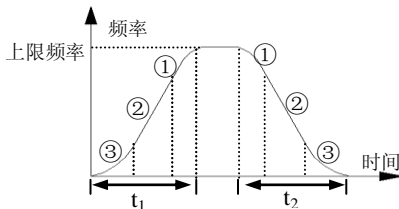

图 6-5 S 曲线加减速
1: S 曲线加减速方式. 输出频率按照 S 形曲线递增或递减, 如图 6-5 所示。
S 曲线起始段时间如图 6-5 中③所示, 输出频率变化的斜率从 0 逐渐递增。
S 曲线上升段时间如图 6-5 中②所示, 输出频率变化的斜率恒定。
S 曲线结束段时间如图 6-5 中①所示, 输出频率变化的斜率逐渐递减到 0。